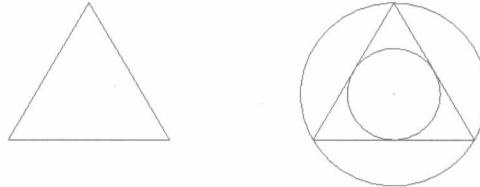

图1-15
**【练习1-15】：** 打开附盘上的文件“1-15.MCX”，利用【Create】/【Arc】/【Create Circle Edge Point】3点绘圆命令，将图1-15中的左图绘制为右图。